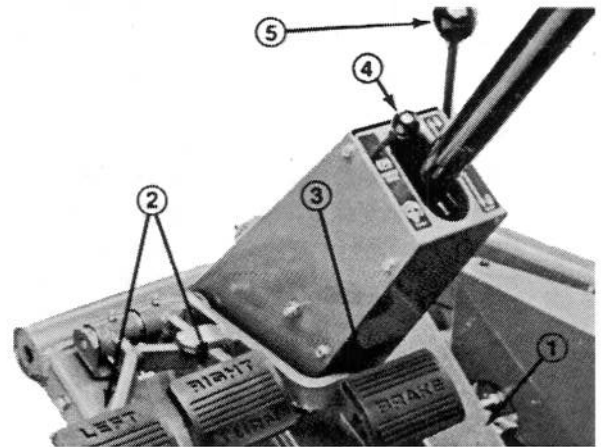

Figure 5
**Pédale de déplacement** (Fig. 5)—Commande le déplacement en marche avant et arrière. Appuyer sur le haut de la pédale pour la marche avant et sur la base pour la marche arrière. La vitesse au sol varie selon que la pédale est plus ou moins enfoncée. Pour une vitesse maximale au sol sans charge, enfoncer à fond la pédale en gardant la commande des gaz sur FAST (RAPIDE). Vitesse maximum en marche avant: 15 km/h. Pour une puissance maximale avec charge ou sur pente, maintenir le moteur à régime élevé en mettant la commande des gaz sur FAST et en appuyant légèrement sur la pédale de déplacement. Quand le régime du moteur commence à diminuer, relâcher légèrement la pédale pour accélérer le régime du moteur.
**Pédales de braquage** (Fig. 5)—Les pédales gauche et droite sont connectées aux freins gauche et droit des roues avant. Comme les freins sont indépendants l'un de l'autre, ils peuvent être utilisés pour prendre des virages serrés ou pour augmenter le déplacement si une roue patine pendant l'utilisation sur pente. Cependant l'usage des freins pour tourner peut endommager l'herbe humide ou le gazon tendre.
**Commande d'inclinaison du volant** (Fig. 5)—Lever à droite de la colonne de direction. Tirer le levier en arrière pour régler le volant en avant ou en arrière à la position désirée et pousser le levier en avant pour bloquer en position.
**Pédale de frein** (Fig. 5)—Enclencher le frein de stationnement chaque fois qu'on arrête le moteur afin d'éviter tout déplacement accidentel de la machine.